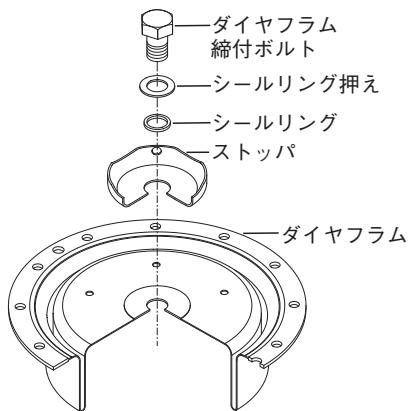

図4-7
- 【6】 次にピストン外周部を保持しながらダイヤフラム上部のダイヤフラム締付ボルトを外します。(図4-7参照)